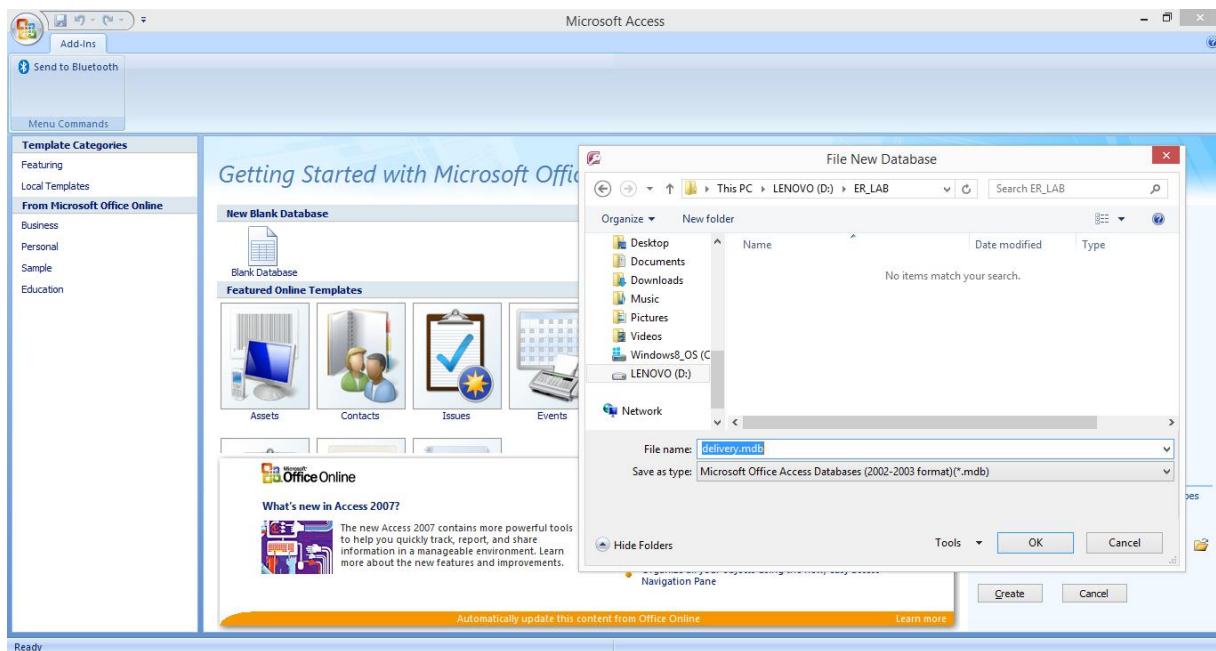

Рисунок 13
5. Створення бази даних за допомогою СУБД Access (рисунок 13).